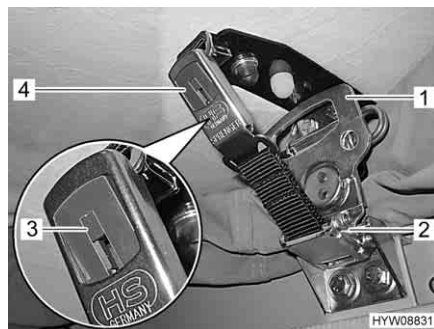

Fig. 26 Bloccaggio
- Tirare verso il basso sui due lati la serratura rapida (Fig. 26,2) e agganciarla nella piastrina di sostegno.
- Ruotare la maniglia (Fig. 26,1) sulla serratura rapida (Fig. 26,2) in senso orario di mezzo giro.
- Chiudere la serratura a scatto (Fig. 26,4) premendo sui due lati.
- Spingere il cursore rosso (Fig. 26,3) in basso premendo sui due lati. In questo modo la serratura a scatto (Fig. 26,4) è assicurata contro l'apertura involontaria.